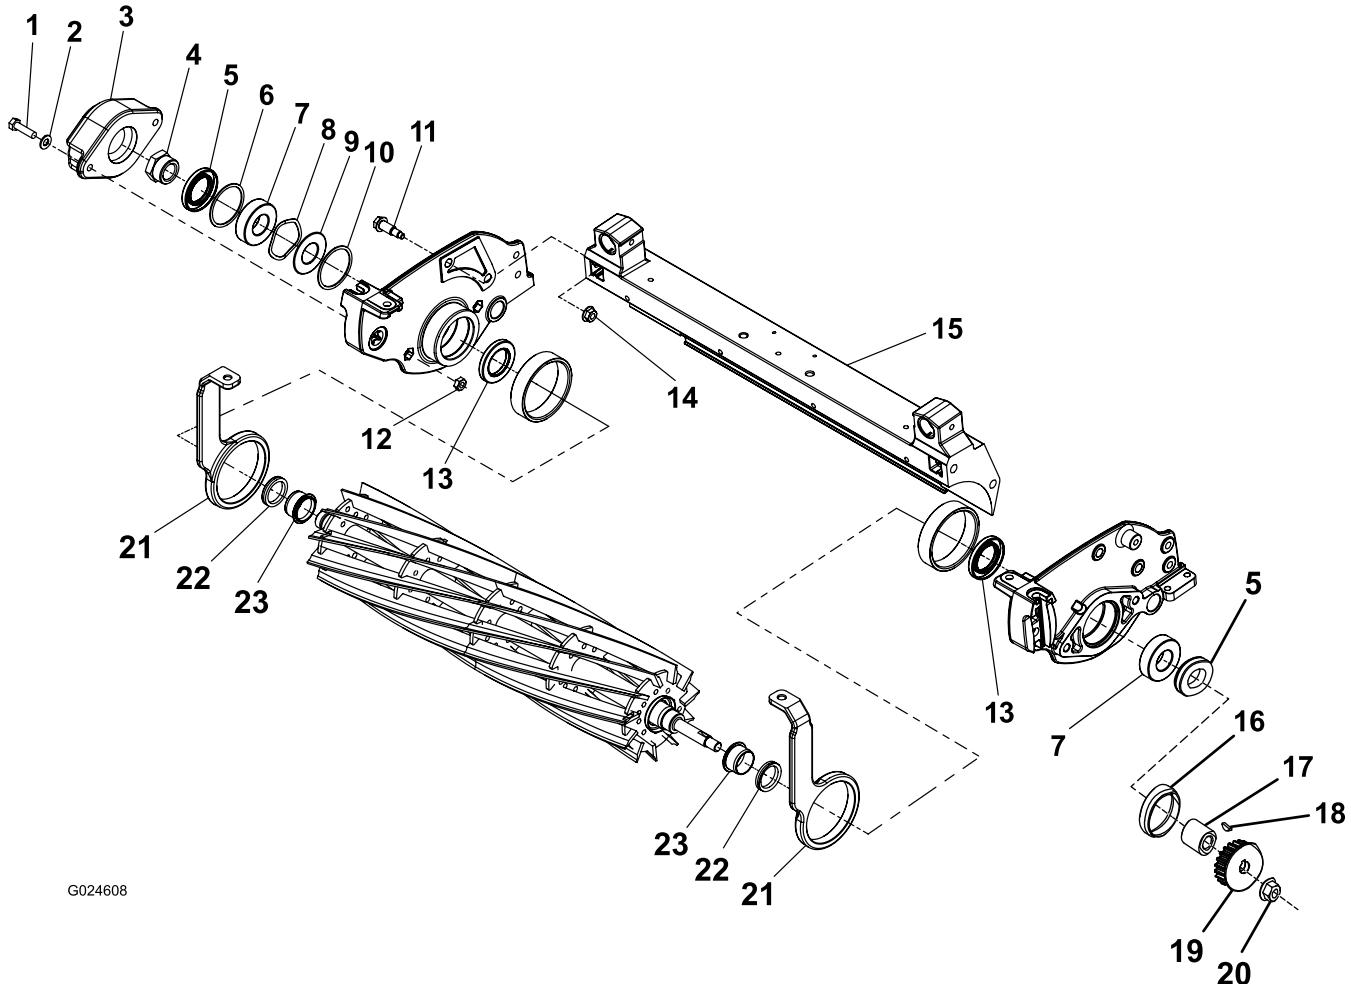
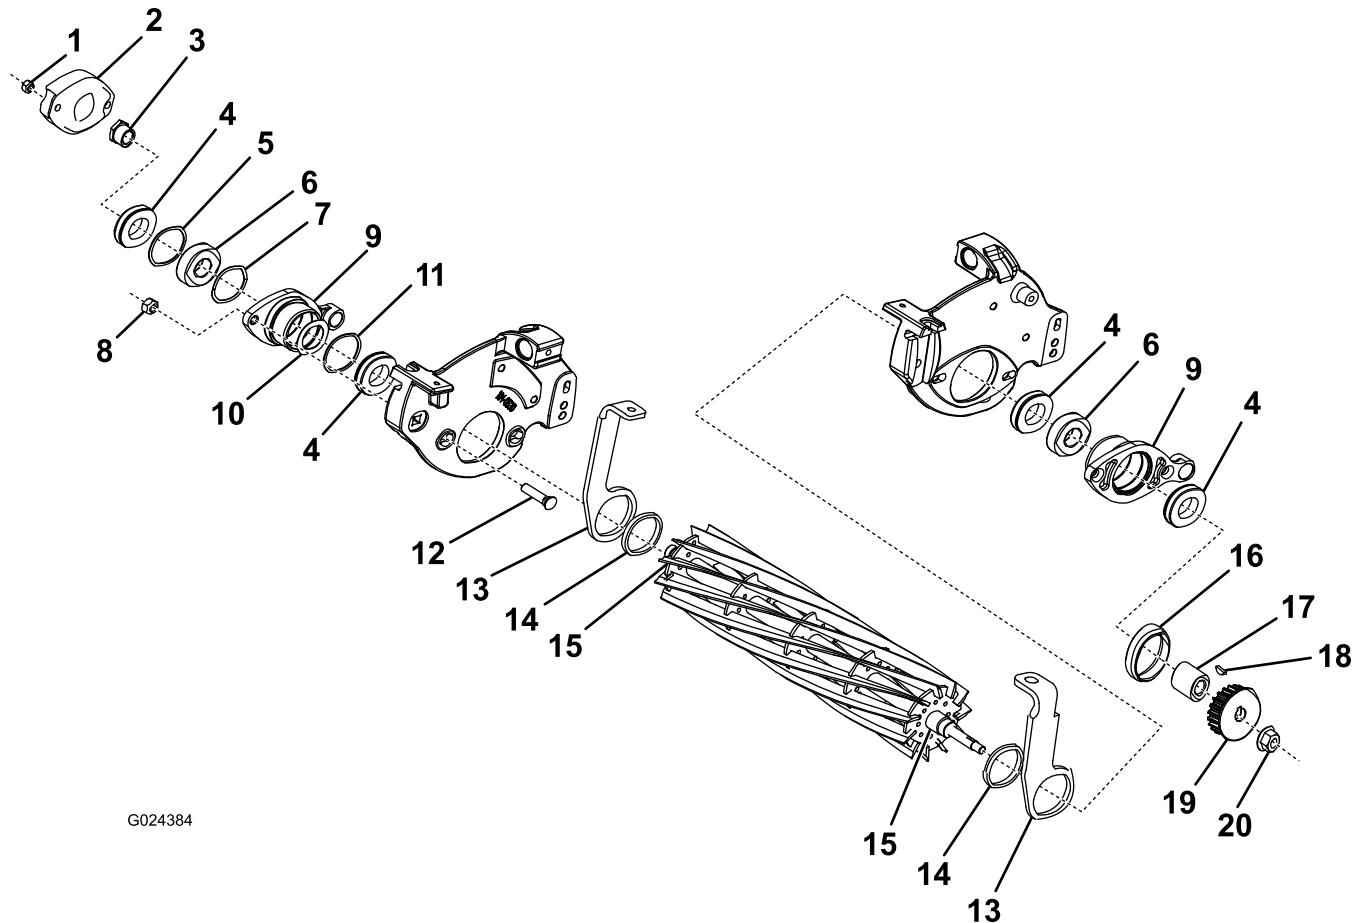

Figura 2
Figura 3
a polia de transmissão ao eixo do cilindro (Figura 2 e Figura 3). Remova a polia do eixo. Remova a chaveta semirredonda e o espaçador do eixo do cilindro.
- Remova os 2 parafusos, anilhas e porcas de bloqueio que fixam o contrapeso à extremidade direita da unidade de corte (Figura 2).
- Remova a porca de bloqueio dos rolamentos de cilindro do lado direito do cilindro (Figura 2).
5. Remova e descarte-se de ambos os vedantes de óleo de cada caixa de rolamentos (Figura 2).
1. Remova as 2 porcas de bloqueio que fixam o contrapeso à extremidade direita da unidade de corte (Figura 3). Retire o contrapeso.
2. Remova a porca de bloqueio do rolamento de cilindro do lado direito do cilindro (Figura 3).
3. Remova as 2 porcas afuniladas e parafusos de arado, que fixam cada caixa de rolamentos de cilindros às placas laterais de unidade de corte (Figura 3).
(Figura 3). O vedante de óleo neste kit requer que a porca de bloqueio do rolamento e espaçador tenha 3,2 cm de diâmetro exterior (peças antigas têm 2,8 cm de diâmetro externo). Encomende a peça nº 107-3227 porca de bloqueio de rolamento e 107-3228 espaçador do local autorizado do Distribuidor Toro.
7. Aplique um lubrificante anti-gripagem na caixa de rolamentos do cilindro de corte (Figura 2 e Figura 3). Posicione o cilindro com o braço inclinado e casquilhos na estrutura para aceitar as caixas de rolamentos.
1. Insira ambas as caixas de rolamentos (Figura 3) através da estrutura no eixo de cilindro.
1. Aplique um lubrificante anti-gripagem nas rosas internas da porca de bloqueio de rolamentos (Figura 2 e Figura 3). Bloqueie o cilindro com um pedaço de madeira para impedir que rode. Instale e aperte a porca de bloqueio do rolamento do eixo do cilindro.
2. Instale o contrapeso ao lado direito da unidade de corte com o hardware removido previamente (Figura 2 e Figura 3).
4. Instale o espaçador e a chaveta semirredonda ao eixo do cilindro (Figura 2 e Figura 3). Aplique o lubrificante anti-gripagem do eixo interno da polia e posição da polia no eixo do cilindro. Instale e aperte a porca flangeada que fixa a polia ao eixo do cilindro.